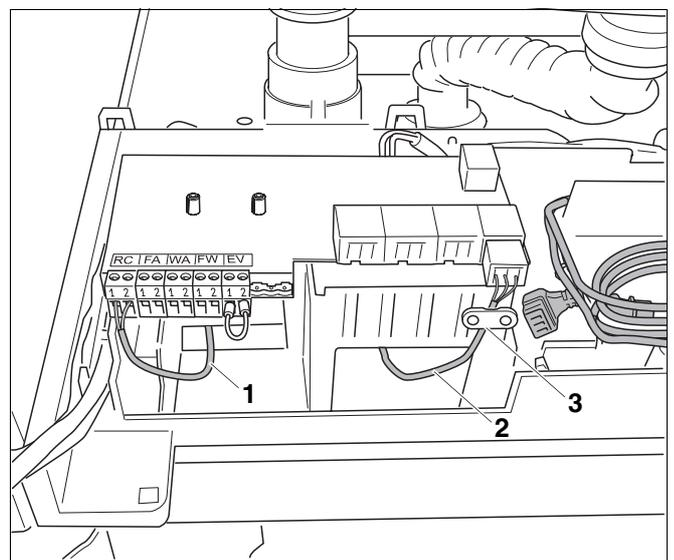

Fig. 28 Sistemazione dei cavi
- Far passare il cavo per il collegamento a bassa tensione attraverso il foro del lato sinistro (fig. 28, **pos. 1**).
- Far passare il cavo per il collegamento a 230 V attraverso il foro sul lato destro (fig. 28, **pos. 2**).
- Fissare il cavo per il collegamento a 230 V con l'aiuto dei passacavi (fig. 28, **pos. 3**).